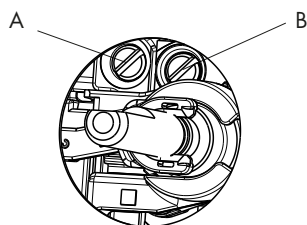

Fig 8
- para la regulación del mínimo, usar un destornillador apropiado en el tornillo puesto sobre la llave (Fig. 8) después de averlo girado en la posición de mínimo. Para GPL (Butano/propano) atornillar a fondo.